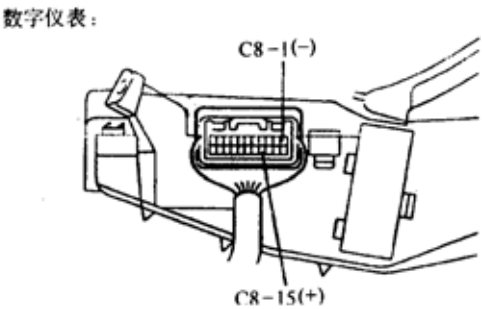

图 9-101
(1)把伏特表正极(+)与端子 C8-15 连接，负极(-)与端子 C8-1 连接，如图 9-101 所示。